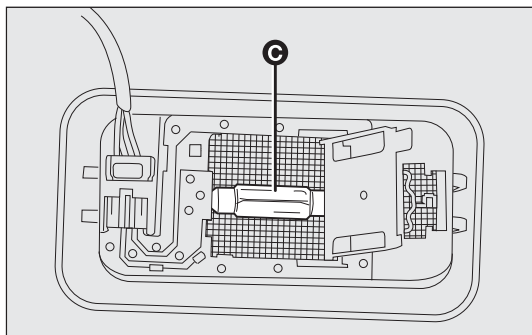

рис. 170
- ❑ замените лампу С рис. 170, освободив ее из боковых контактов, вставьте новую лампу и убедитесь, что она хорошо закреплена в контактах;